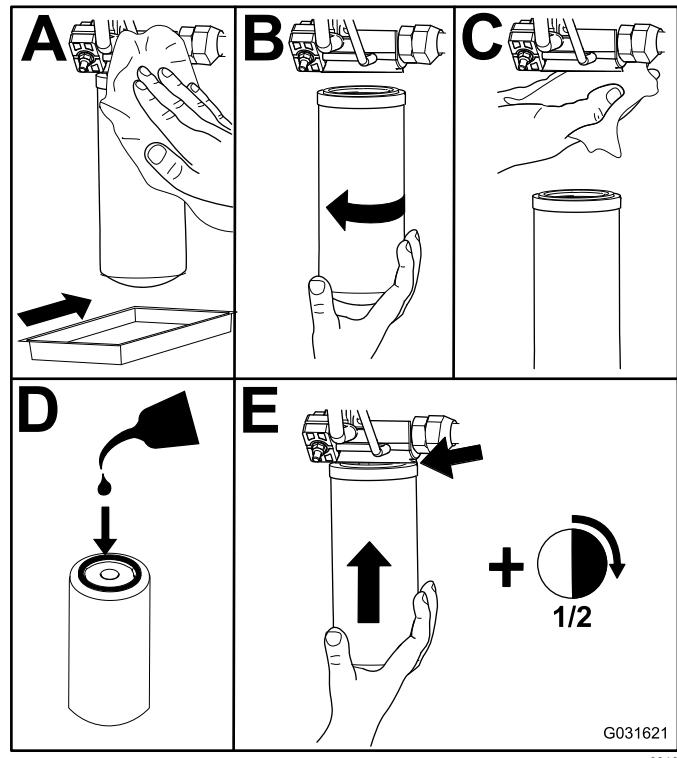

Figura 103
- Sostituite i filtri idraulici (Figura 103).